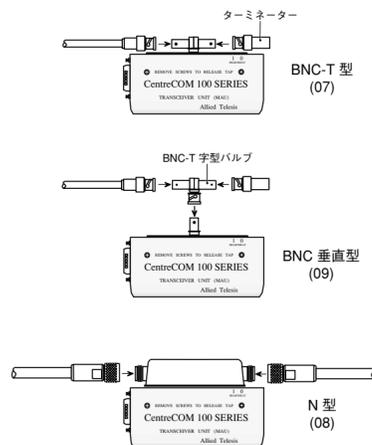

図8 その他のタップ取り付け
(1) タップ本体の2つのシールド接点の間の抵抗が0Ωでなければなりません。∞Ωを示す場合、シールド接点の一方または両方がイエローケーブルに接続されていません。
(2) イエローケーブルの両端にターミネーターが取り付けられていれば、芯線接点とシールド接点の間の抵抗が約25Ωとなります(イエローケーブルが長い場合、25Ωよりやや大きな数値となります)。0Ωを示す場合、芯線接点とシールド接点が短絡しています。∞Ωを示す場合、芯線接点またはシールド接点がイエローケーブルに接続されていません。
① タップ本体の3本のピンがタップ本体に対して直角となっていることを確認し、トランスシーバー本体を取り付けてください。トランスシーバー本体がタップ本体に簡単に取り付けられない場合、ピンが曲っていたり、斜めになっている可能性があります。その場合、無理に押し込もうとせず、ピンを垂直に直してから取り付けてください。
② トランスシーバーの前面から固定ねじ(2本)を取り付けてください。
③ それぞれのタップの形状に適合したイーサネットメディアのケーブルを接続してください(図8)。ただし、BNC 垂直タップの場合は、別途 BNC T 字型バルブが必要です。また、10BASE2 (BNC タップ) において本トランスシーバーがケーブルの最終端に位置する場合、T 字型バルブ、T 字型タップの一方に BNC ターミネーターを取り付けなければなりません。